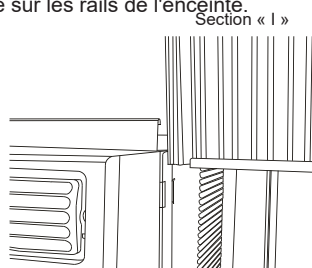

Fig. 2
- B. Glissez directement la section « I » de l'extrémité libre du panneau dans l'enceinte, comme démontré à la fig. 2. Glissez le panneau vers le bas. Assurez-vous avoir l'espace suffisant pour glisser le dessus et le bas du cadre sur les rails de l'enceinte.